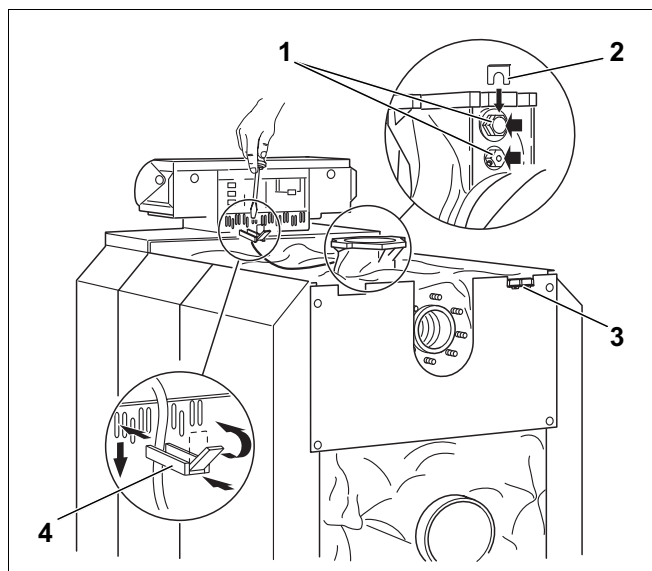
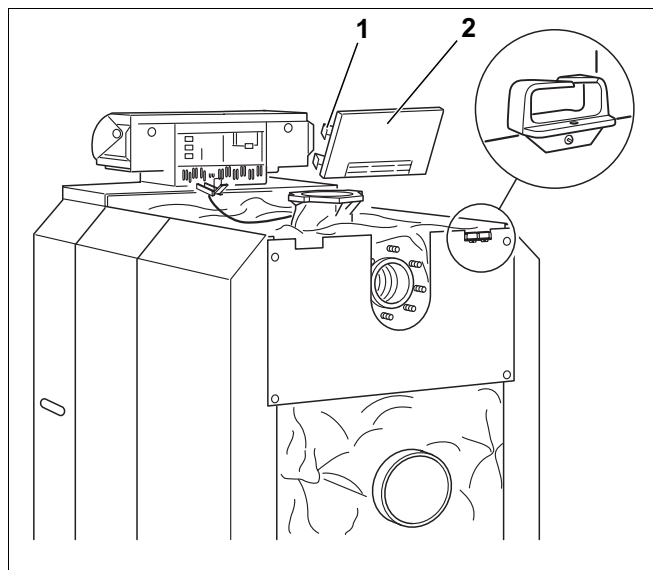

Fig. 49
Fig. 50
- Før kapillarrørene gjennom kabelgjennomgangen og rull dem ut i den lengden som behøves. Før kapillarrørfølerne frem til kjelens målepunkter, før følerne inn i den tilsvarende følerlommen (fig. 49, **pos. 1**) og sikre dem ved hjelp av den tilsvarende følersikringen (fig. 49, **pos. 2**) (lupetegningen i fig. 49 er dreid 180°).
- Skru kabelgjennomføringen (fig. 49, **pos. 3** og lupe i fig. 50) fast på høyre eller venstre side av kjelbakveggen.
- Sett kabelklemmene med ilagt ledning inn i klemmerammen og sikre dem ved å vri spaken rundt (fig. 49, **pos. 4**).
- Brekk hhv. skjær om nødvendig ut avbrykkingsdele fra bakveggen (fig. 50, **pos. 2**).
- Heng bakveggens nedre hake på klemmerammen og trykk den inn oppe til hakene på siden (fig. 50, **pos. 1**) smetter på plass.